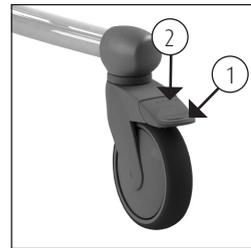

Abbildung 1 Schwenkrolle.
- Der Flexo Stuhl kann arretiert werden, indem die blaue Lippe (1) an der Rolle nach unten gedrückt wird (Siehe Abbildung 1).
- Um die Bremse des Flexo Stuhls zu lösen, muss dieselbe Lippe von der Rolle entfernt werden, indem mit dem Fuß die Oberseite der Lippe (2) nach unten gedrückt wird (Siehe Abbildung 1).